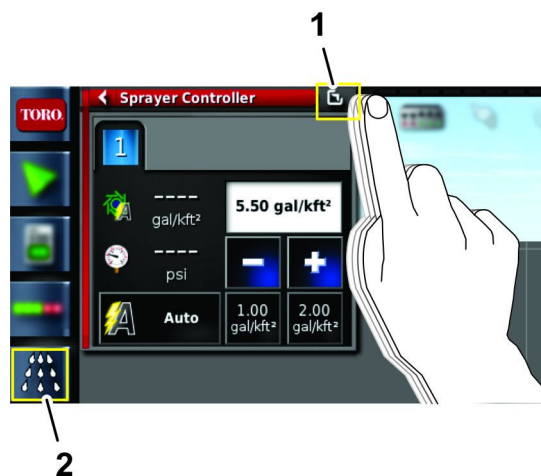

Bild 45
5. Tippen Sie auf das Dosierungssteuergerät-Symbol und wischen dann das Vollbild-Symbol oben rechts im Fenster „Sprayer Controller“ (Bild 45).